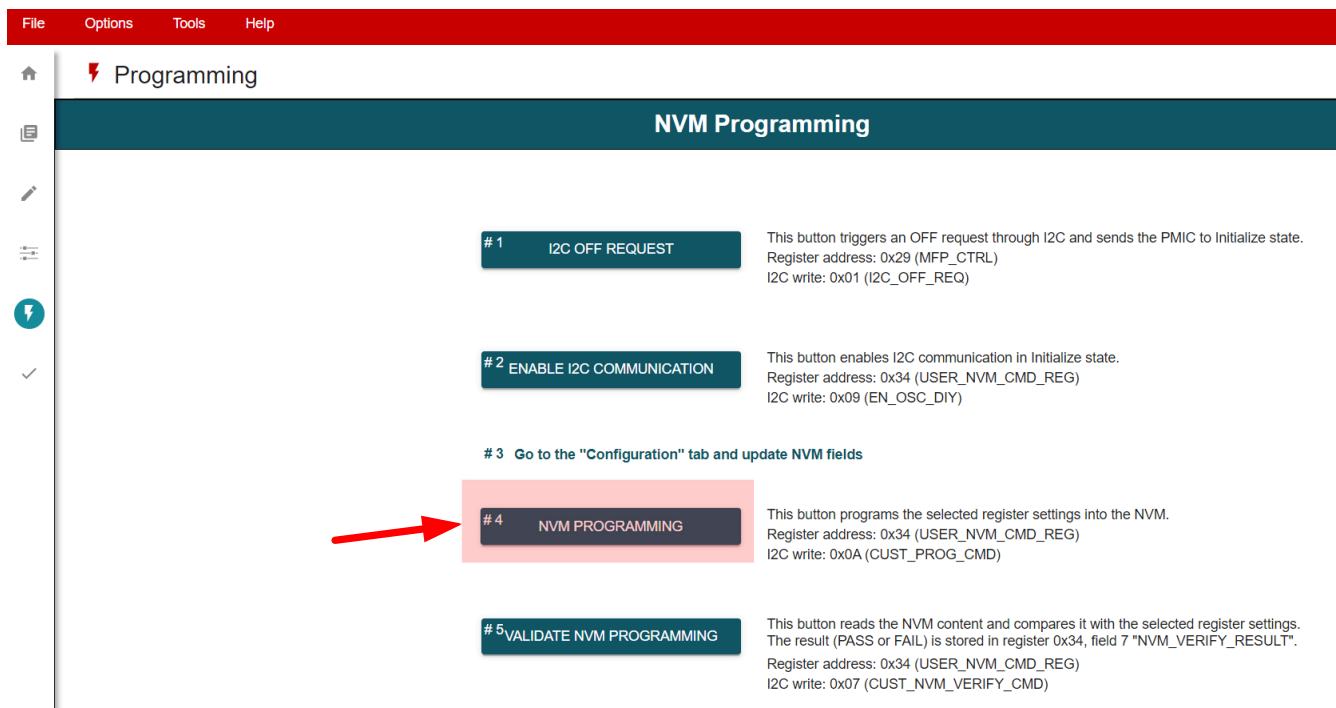

図 4-11. TPS65219-GUI を使用した NVM の再プログラミング
- TPS65219-GUI を使用するとき、レジスタ設定を NVM に保存するボタンを、図 4-11 に示します。